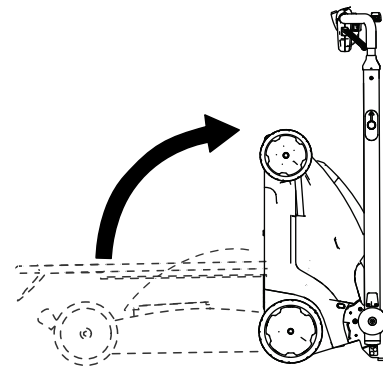

Figura 22
5. Incline la máquina hacia atrás y con la ayuda del manillar, llévela rodando hasta un lugar de almacenamiento (Figura 22).